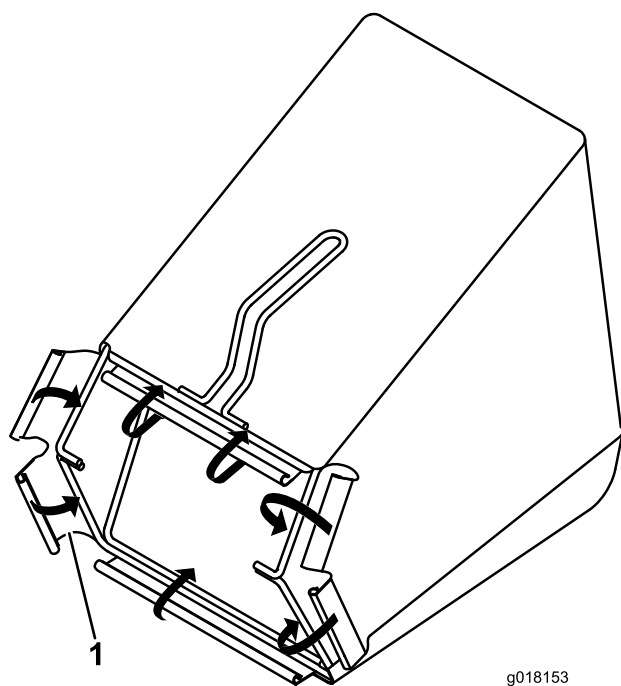

Figura 5
2. Acople los clips de plástico al bastidor de la bolsa de recogida (Figura 5).